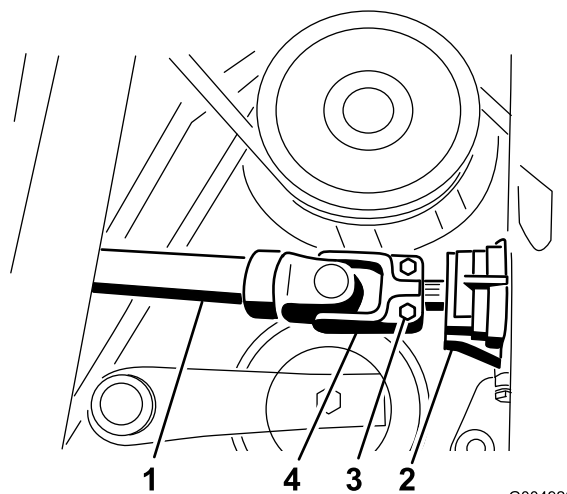

Figure 90
34. Glissez l'arbre d'entraînement sur l'arbre du boîtier d'engrenages (Figure 90). Montez la goupille cylindrique et serrez les boulons à un couple de 20 à 25 Nm (175 à 225 po-lb).